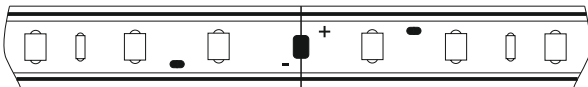

Рисунок 1
7.3 Полярность одноцветной ленты определить по маркировке «+» и «-», нанесённой на лицевую сторону ленты, в месте соединения сегментов (рисунок 1).